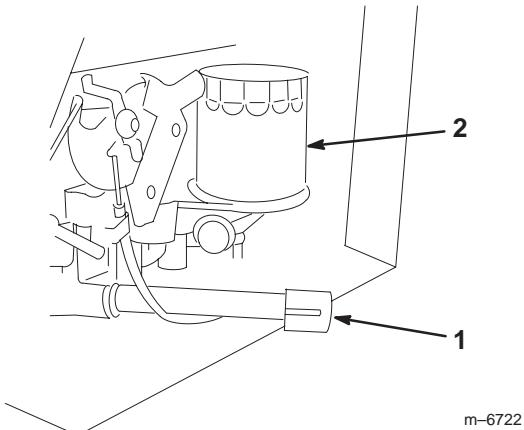

Figure 35
3. Placez un bac sous l'orifice de vidange. Enlevez le bouchon de vidange (Fig. 35).
5. Nettoyez la surface autour du réservoir d'huile et dévissez le bouchon (Fig. 35).